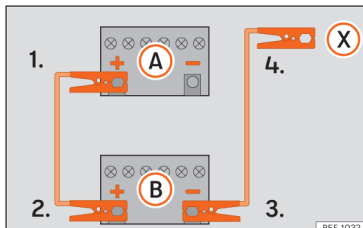

Abb. 43 Anschlussschema für Fahrzeuge ohne Start-Stopp-System.
2. Klemmen Sie ein Ende des roten Starthilfekabels an den Pluspol (+) des Fahrzeuges mit der entladene Fahrzeugbatterie (A) »» **Abb. 43**.
3. Klemmen Sie das andere Ende des roten Starthilfekabels an den Pluspol (+) des Strom gebenden Fahrzeuges (B).
- 4a. *Bei Fahrzeugen ohne Start-Stopp-System:* klemmen Sie ein Ende des schwarzen Starthilfekabels an den Minuspol (-) des stromgebenden Fahrzeuges (B) »» **Abb. 43**.
- 4b. *Bei Fahrzeugen mit Start-Stopp-System:* ein Ende des schwarzen Starthilfekabels (X) an einen geeigneten Masseanschluss, ein massives, fest mit dem Mo-